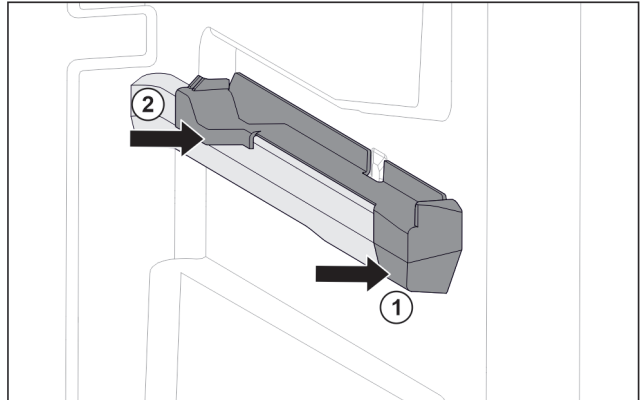

Fig. 60 Наставка върху дясното ребро на съда
- ▶ Поставете наставката отпред към реброто на съда. Fig. 60 (1)
- ▶ Притиснете наставката отзад. Fig. 60 (2)